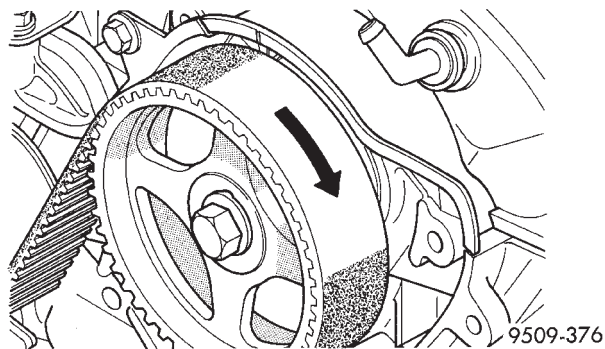

Fig. 61 Marca de la dirección de la correa de distribución
- (1) Retire las tapas de la correa de distribución. Consulte el procedimiento en esta sección.
- (2) Marque la dirección de avance de la correa de distribución para su instalación (Fig. 61).